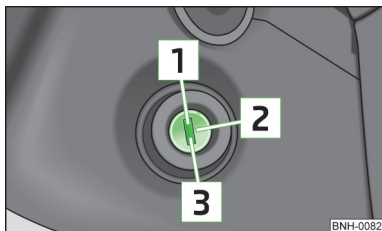

Abb. 63
- Während der Fahrt mit stehendem Motor muss der Zündschlüssel immer in der Stellung 2 » Abb. 63 » Seite 71 (Zündung eingeschaltet) sein. Diese Stellung wird durch das Aufleuchten von Kontrollleuchten angezeigt. Wenn das nicht der Fall ist, könnte es unerwartet zur Verriegelung der Lenkung kommen - Unfallgefahr!
- Der Anlasser darf nur betätigt werden (Zündschlüsselstellung 3 » Abb. 63 » Seite 71), wenn der Motor steht. Wird der Anlasser bei laufendem Motor betätigt, kann der Anlasser bzw. der Motor beschädigt werden.
- Das Kupplungspedal ganz durchtreten, die Zündung einschalten **2** » Abb. 63 » Seite 71 und starten **3** - kein Gas geben. Das Kupplungspedal durchgetreten halten, bis der Motor anspringt.
Den Motor durch Drehen des Zündschlüssels in die Position **1** » Abb. 63 » Seite 71 abstellen.